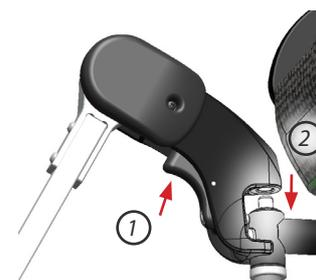

Abb. 28. Anbringen der Beinstützen
- Führen Sie das Kniegelenk knapp über die Halterung am Rollstuhl, siehe Abb. 28.